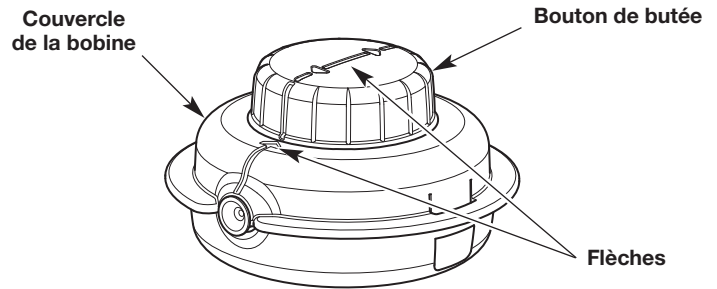

Fig. 20
- Tournez le bouton de butée pour en aligner les flèches avec celles se trouvant sur le couvercle de la bobine (Fig. 20).